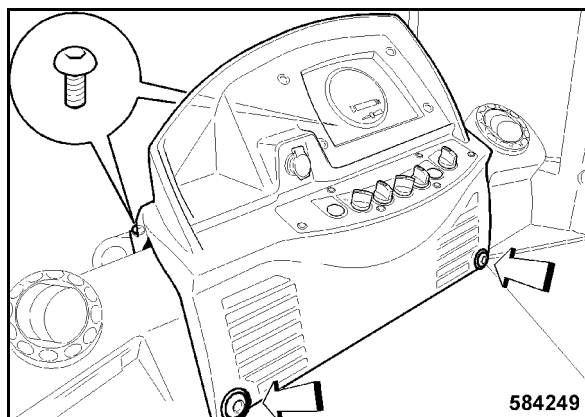

Fig. 220
- Instalar el tablero de instrumentos y fijarlo con cuatro tornillos de fijación (Fig. 220).